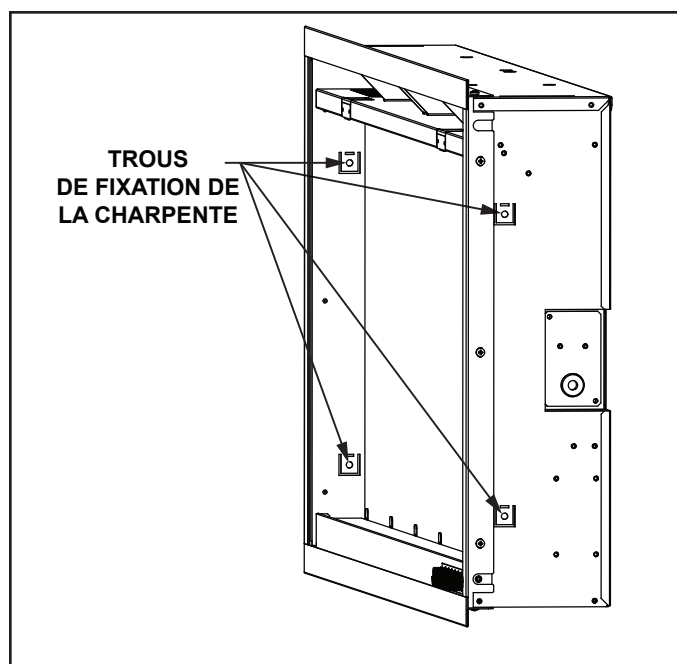

Figure 7.1 Emplacement des trous de fixation de la charpente
5. Fixez l'appareil à la charpente à l'aide de quatre (4) vis à bois ST4X40 aux emplacements de fixation à languettes de la charpente. Voir la figure 7.1.